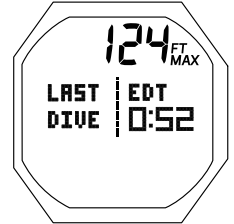

Fig. 103 - ÉCRAN SECONDAIRE SURFACE GAUG (données de la dernière plongée)
**ÉCRAN SECONDAIRE SURFACE GAUG (dernière plongée)** : paramètres affichés (Fig. 103)